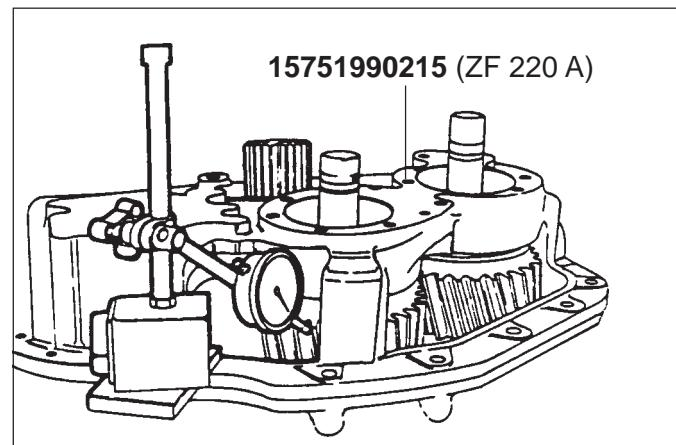

Fig. 36
- 7) Montare le ralle esterne dei cuscinetti (63), (66) e (79) e assestare con l'attrezzo (15751990117). Con l'attrezzo (15770900005) tenere bloccato l'asse di uscita (61). Attraverso le apposite aperture posizionare il tastatore del comparatore centesimale a base magnetica (76A-B-C-D-E) (Fig. 36).
- tica sul fianco del dente dell'ingranaggio (76), e ruotarlo in modo che i denti vadano in battuta fra di loro. Il valore rilevato del comparatore deve essere compreso tra 0.174-0.232 mm (Fig. 36).
The value shown by the dial indicator must be between 0.174 - 0.232 mm (Fig. 36).